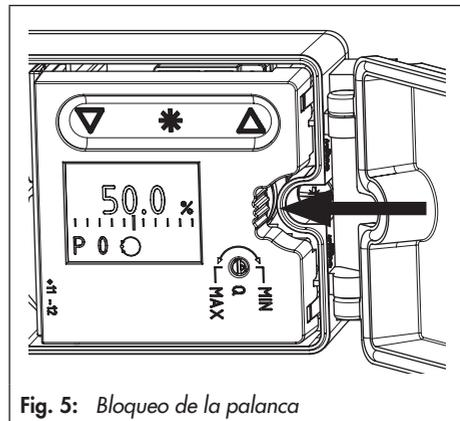

Fig. 5: Bloqueo de la palanca
3. Colocar el dispositivo de arrastre (3) en el vástago del accionamiento, alinearlos y fijarlo de forma que el tornillo de fijación esté bien alojado en el encaje del vástago del accionamiento.
4. **Carrera 15 mm:** el pin (2) de la palanca M (1) en la parte posterior del posicionador se deja en la posición 35 (estándar). **Carrera 7,5 mm:** desenroscar el pin (2) colocado en la posición 35 y roscarlo en la posición 25.
5. Colocar la junta de cierre (15) en la ranura de la carcasa del posicionador.
6. Colocar el posicionador en el accionamiento, de forma que el pin transmisor (2) se apoye encima del dispositivo de arrastre (3). Al hacer esto presionar en la superficie ranurada, como se muestra en la fig. 5, para bloquear la palanca en la posición superior. La palanca (1) tiene que apoyar en el dispositivo de arrastre por acción del resorte.
2. Colocar la junta de cierre (15) en la ranura del posicionador.
3. Colocar el posicionador en el accionamiento, de forma que el pin (2) se apoye encima del dispositivo de arrastre (3).
4. Al hacer esto, presionar en la superficie lateral ranurada para bloquear la palanca en la posición superior (ver fig. 5).